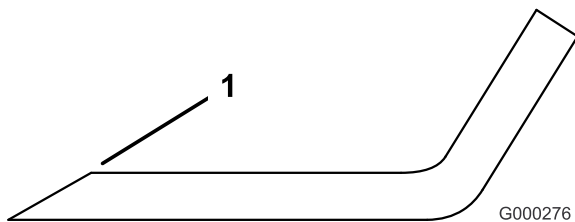

Figure 70
1. Au moyen d'une lime, aiguisez les tranchants aux deux extrémités de la lame (Figure 70) en veillant à conserver l'angle de coupe d'origine. Limez la même quantité de métal sur chacun des deux tranchants pour ne pas déséquilibrer la lame.